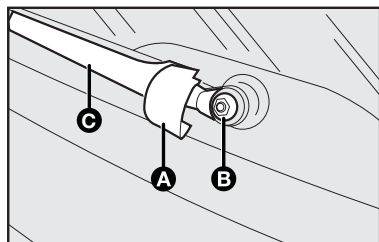

fig. 15
Sustitución de la escobilla del limpialuneta - fig. 15
1) Levante la tapa de protección **A**-fig. 15.
2) Destornille la escobilla y sustitúyala **B**-fig. 15.
El brazo del limpialuneta **C**-fig. 15 del Idea Adventure no permite el “bloqueo” con la escobilla alejada del vidrio.